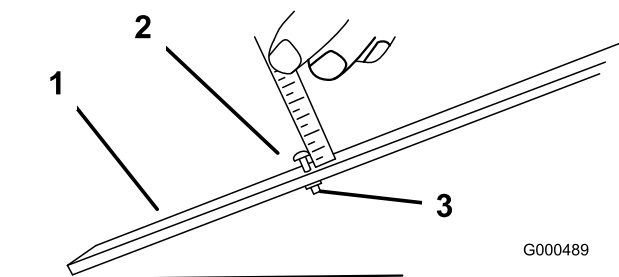

図 18
2. ゲージバーのナットをゆるめ、調整ねじを希望の刈り高に合わせる 図 18